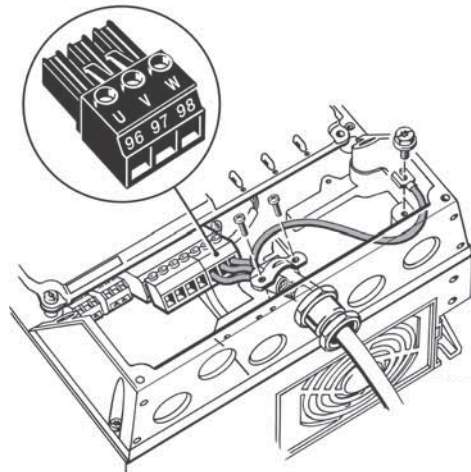

图 13 电机连接, A5
1. 将地线连接到终端 99 (PE)。见图13。
2. 将电机导线连接到电机插头的终端 96 (U), 97 (V), 98 (W)。